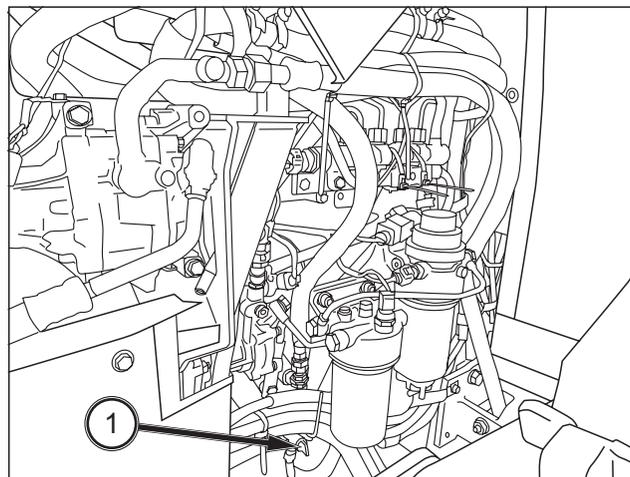

FIG. 155
**FIG. 155 :** Assurez-vous que le moteur est froid. Ouvrez le robinet de vidange (1) à gauche du moteur pour vidanger le liquide de refroidissement. Retirez le bouchon du vase d'expansion (2) pour vidanger le liquide de refroidissement.